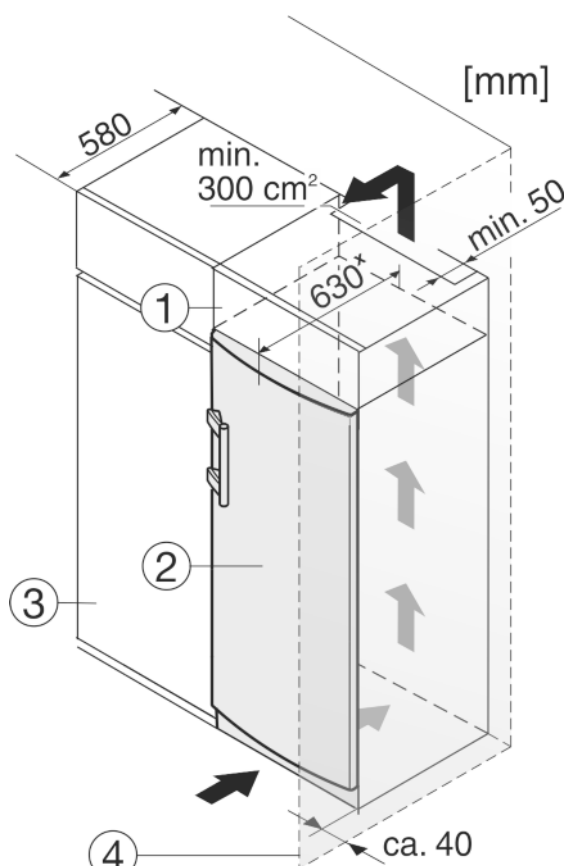

Fig. 11
L'appareil peut être entouré de meubles de cuisine. Pour adapter l'appareil *Fig. 11 (2)* à la hauteur des placards de la cuisine intégrée, on peut placer un élément haut *Fig. 11 (1)* au-dessus de l'appareil.
Lors de la transformation avec des placards de cuisine (profondeur max. 580 mm), l'appareil peut être placé directement à côté du placard de cuisine *Fig. 11 (3)*. L'appareil dépasse latéralement de 34 mm\* et de 50 mm\* au centre de l'appareil par rapport à la face avant du placard de cuisine.
Si l'appareil est installé avec les charnières à côté d'un mur *Fig. 11 (4)*, la distance entre l'appareil et le mur doit être de 40 mm min. Ceci correspond à la saillie de la poignée lorsque la porte est ouverte.